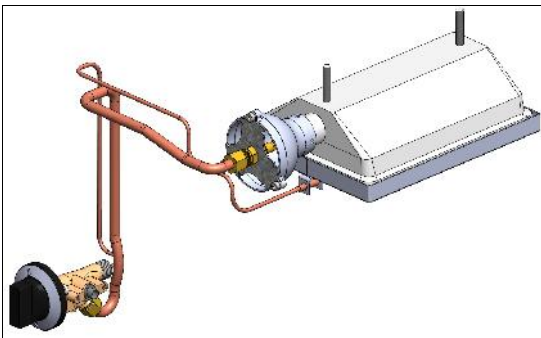

Figure 1
- Similarly, fix Gas Supply Pipe in its place (Figure 1).
- Bauen Sie ähnlich den Gasversorgungsschlauch an dessen Stelle ein (Bild 1.)